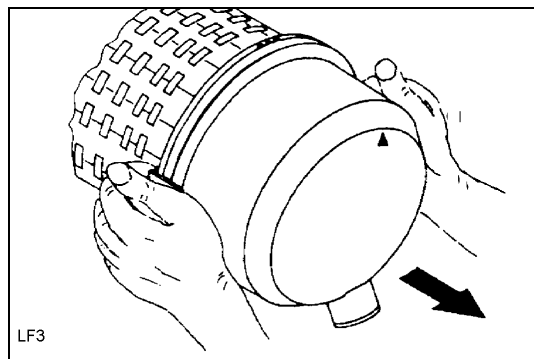

Fig. 2
- Soltar el gancho de retención y desmontar la tapa (Fig. 2).